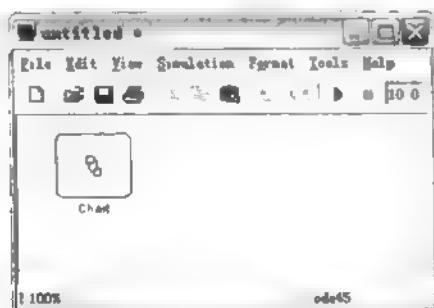

图 16.14 带有 Stateflow 模块的模型
① 在 MATLAB 命令窗口中输入 sfnew 命令，就会创建一个带有 Stateflow 模块的 Simulink 模型。Simulink 模型文件名为 untitled，Stateflow 名为 Chart，如图 16.14 所示。